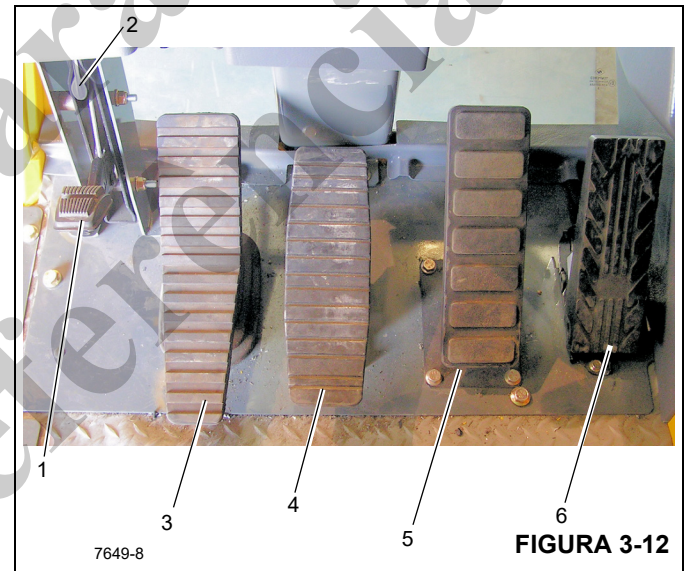

FIGURA 3-12
Números dos itens da Figura 3-12
O pedal da trava contra giro de 360° (1) (Figura 3-12) está localizado no lado esquerdo do piso da cabine do guindaste. O pedal é usado para acionar a trava contra giro para impedir que a torre gire. Para liberar a trava contra giro, puxe a alavanca de liberação da trava contra giro de 360° (2).
O pedal do freio de giro (3) (Figura 3-12) localiza-se no lado esquerdo do piso da cabine. O pedal do freio de giro é usado para acionar o freio de giro para diminuir ou interromper o movimento de giro. A frenagem é proporcional ao pressionamento do pedal. Com o pedal não pressionado e a válvula de controle do freio de giro desengatada, a pressão hidráulica é aplicada ao freio vencendo a pressão da mola e soltando o freio. Pressionar o pedal aciona a válvula do freio de giro a vácuo para aplicar pressão no conjunto do freio. Essa pressão auxilia a pressão da mola a vencer a pressão hidráulica aplicada no circuito de liberação do freio e aplica o freio de mola de acordo com a pressão da válvula do freio de giro a vácuo.
O pedal de controle do telescópio (4) (Figura 3-12) é fornecido quando o guindaste está equipado com um guincho auxiliar. Localiza-se no lado esquerdo do piso da cabine. Empurrar a parte superior do pedal para frente estenderá a lança e empurrar a parte inferior do pedal para baixo retraindo a lança.
O pedal do freio (5) (Figura 3-12) é o segundo pedal a partir da direita no piso da cabine. Pressionar o pedal controla o acionamento dos freios de serviço.
O Pedal do acelerador (6) (Figura 3-12) localiza-se abaixo do módulo do mostrador do RCL, no piso. Ele é usado para controlar a rotação do motor que aumenta ou diminui proporcionalmente com a pressão aplicada no pedal. O pedal é conectado eletricamente ao módulo de controle da superestrutura que envia o sinal ao ECM do motor através do data link J1939.